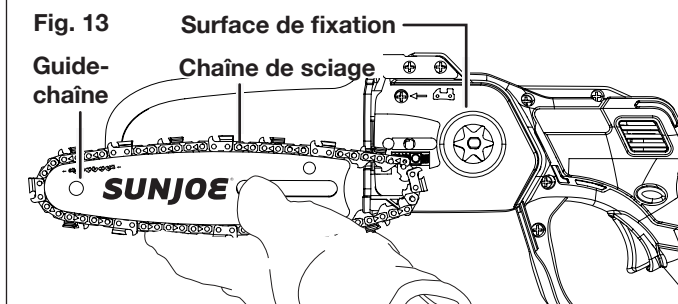

Fig. 12
1. Dévissez le bouton de couvre-pignon/bout de chaîne dans le sens antihoraire afin de libérer le couvre-pignon/bout de chaîne (Fig. 12).